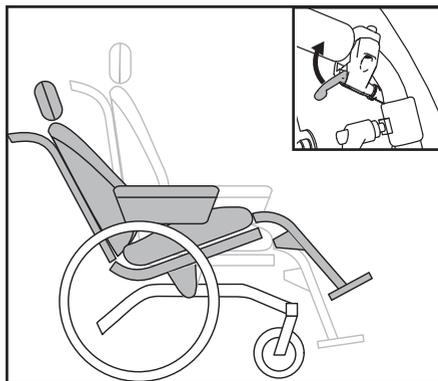

Figure 11
- Inclinez le fauteuil à l'aide de la manette droite (9B) (voir figure 11).